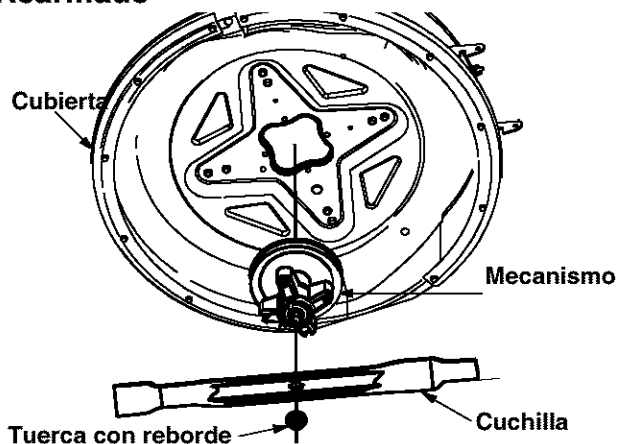

Figura 17
2. Saque la cuchilla de su mecanismo. Ver Figura 17.